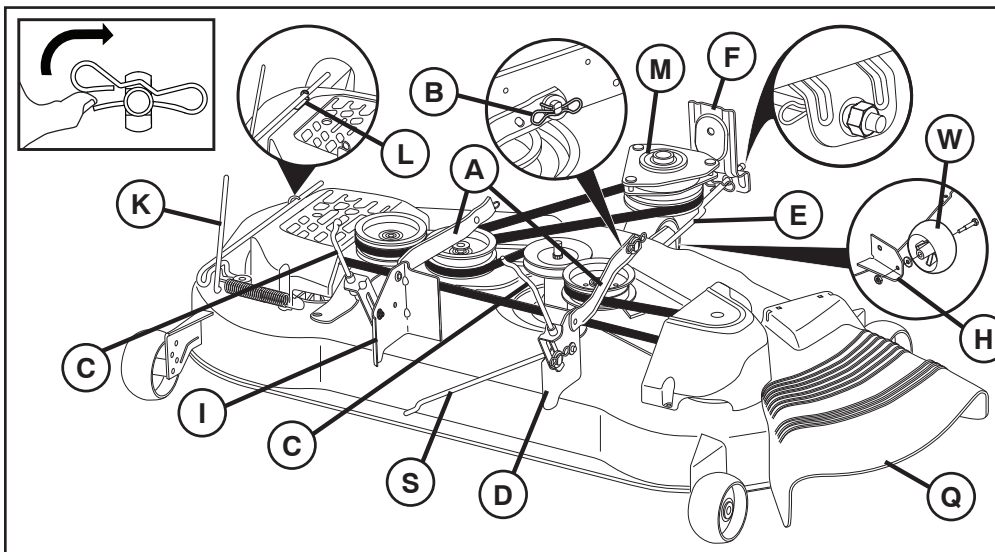

Fig. 7
## 9. INSTALE LA CORREA EN LA POLEA DEL EMBRAGUE DEL MOTOR (M) (Vea Fig. 7 & 15)
- Desenganche la varilla tensora de la correa (K) de la escuadra de bloqueo (L).
- Instale la correa en la polea del embrague del motor (M)